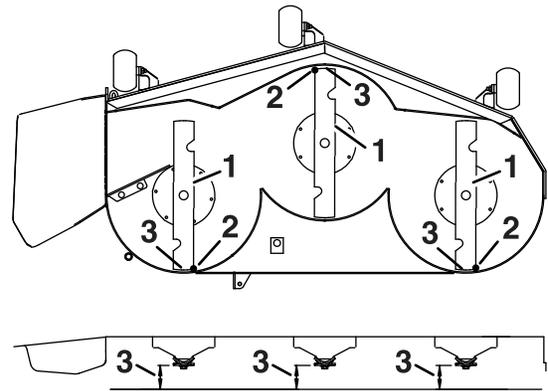

Figura 73
3. Gire cuidadosamente las cuchillas colocándolas en el sentido de avance de la máquina (Figura 73).
4. Mida entre la punta de la cuchilla delantera y la superficie plana y entre la punta de la cuchilla trasera y la superficie plana (Figura 73).